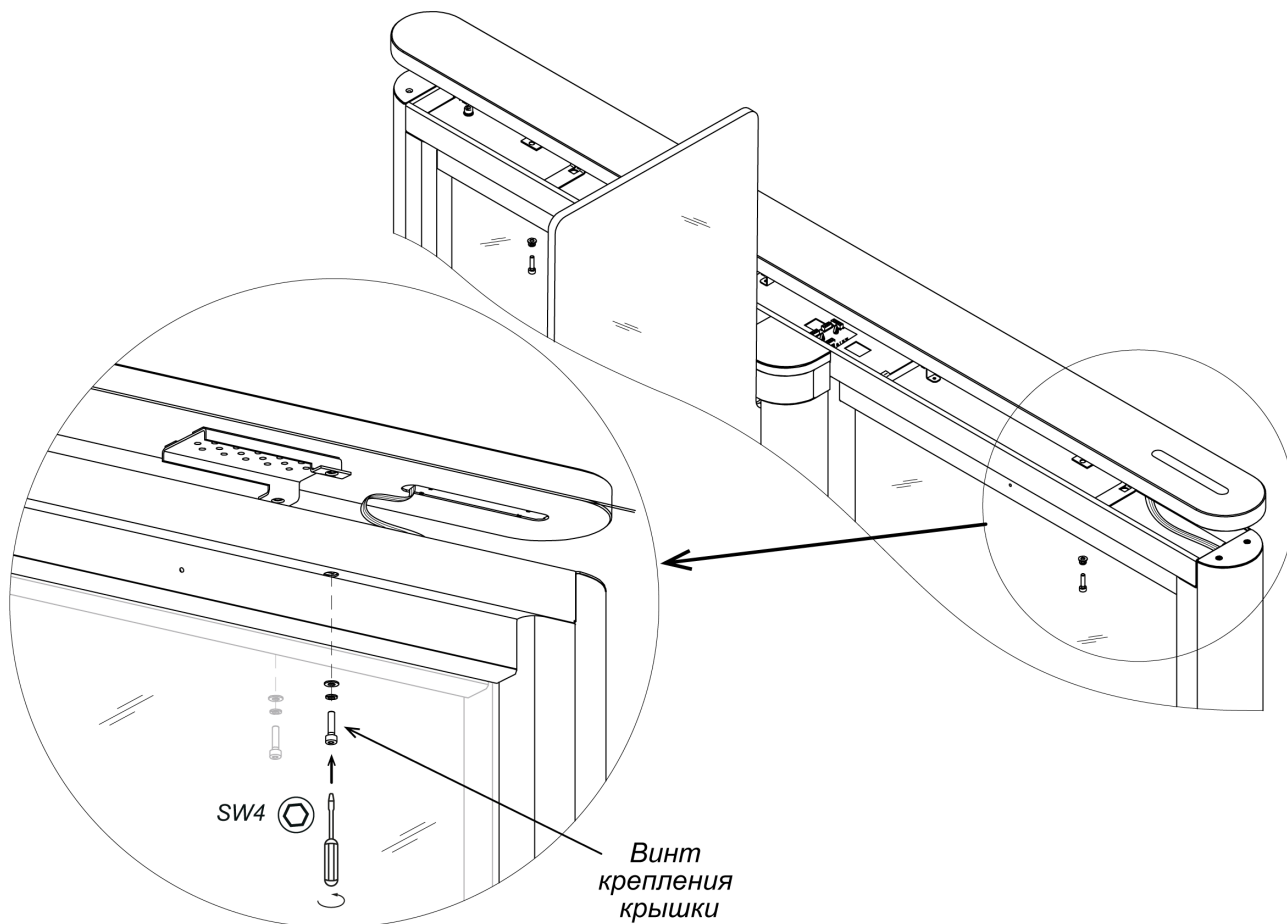

**Рисунок 22. Монтаж блока индикации центральной стойки**
Для установки блока индикации центральной стойки (5) (см. рис. 22):
3. Установите блок индикации на площадку, расположенную над поворотной опорой створки, и при помощи шестигранного ключа SW4 зафиксируйте его на верхнем коробе стойки (7), используя два винта M5×10 с плоскими и пружинными шайбами из комплекта поставки.